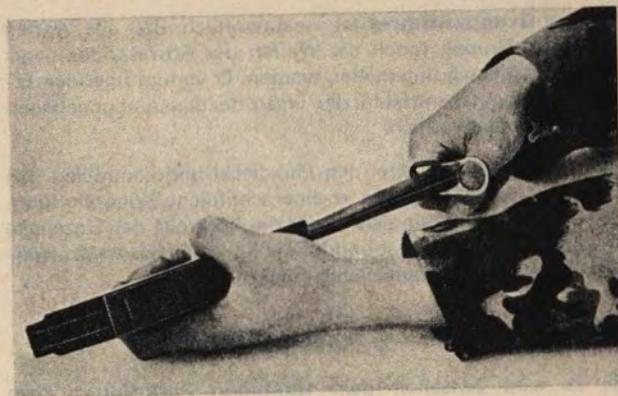

Bild 29
- Mit der Bajonettscheide die Magazinfeder so zusammendrücken, daß der federnde Stollen einhängt (Bild 29)